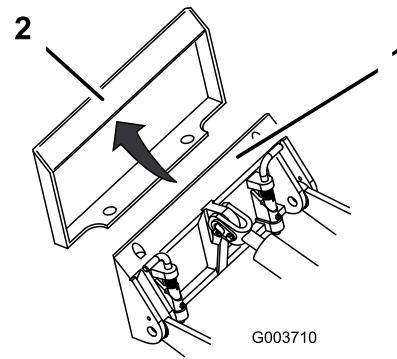

Bild 20
4. Positionieren Sie die Befestigungsplatte am oberen Rand der Aufnahmeplatte am Anbaugerät (Bild 20).